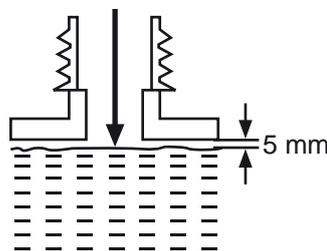

Fig. 14
- > Remplissez le réservoir avec un mélange huile-carburant correctement dosé, en utilisant un entonnoir muni d'un filtre afin d'empêcher les éventuels résidus de pénétrer à l'intérieur. Évitez de trop remplir le réservoir: laissez un espace d'environ 5 mm entre la surface du carburant et la paroi supérieure du réservoir, afin que le carburant puisse s'étendre (Fig. 14).